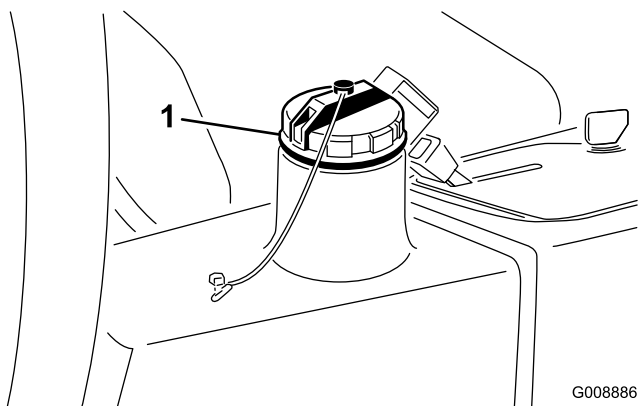

図 57
3. タンク (図 57) に油圧オイルを入れる。容量は約 13.2 リットル；油圧システムを点検する」を参照。